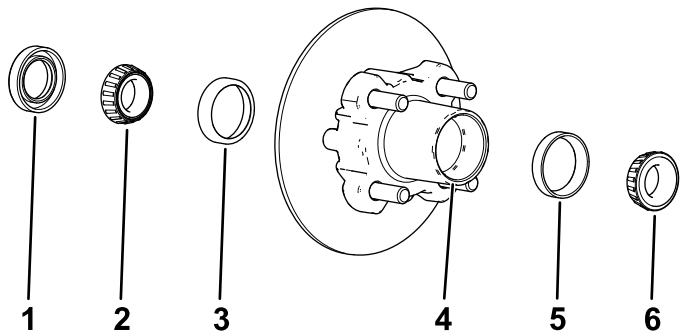

Figura 36
1. Rimuovete il cuscinetto esterno e il relativo anello dal mozzo (Figura 36).
2. Rimuovete la guarnizione e il cuscinetto interno dal mozzo (Figura 36).
5. Pulite la cavità del mozzo da tutto il grasso, la sporcizia e i detriti (Figura 36).
7. Riempite la cavità del mozzo per il 50–80% di grasso specificato (Figura 36).
8. Montate il cuscinetto interno sull'anello sul lato interno del mozzo e montate la guarnizione (Figura 36).